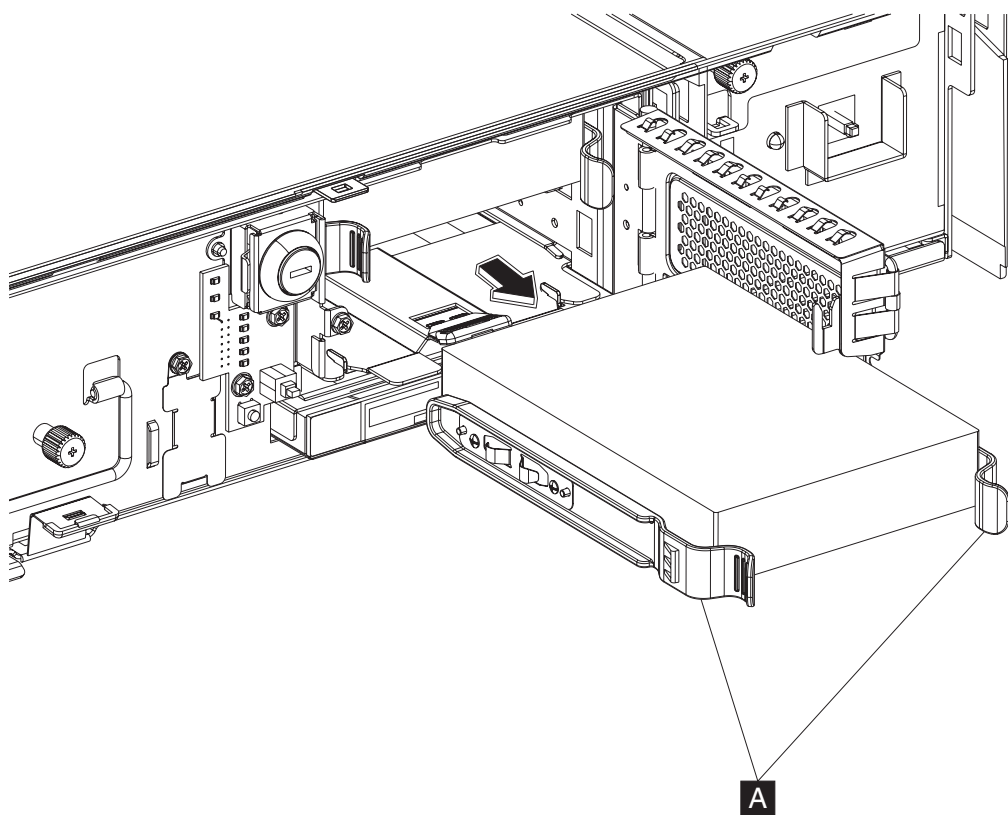

图 22. 卸下硬盘驱动器
2. 往里挤压两个蓝色驱动器导轨锁定卡口（图 22 中的 **A**）并拉动硬盘驱动器以将它从导轨卸下。